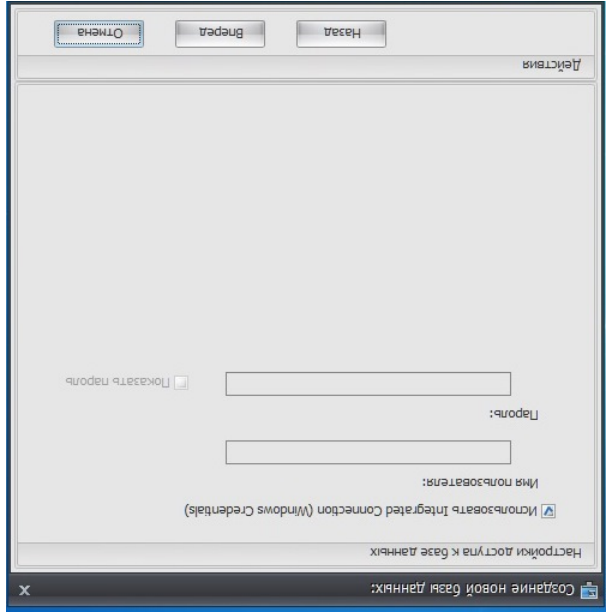

рис. 53
3.4 Установить флажок «Использовать Integrated Connection», нажать «Вперед» (рис. 53):